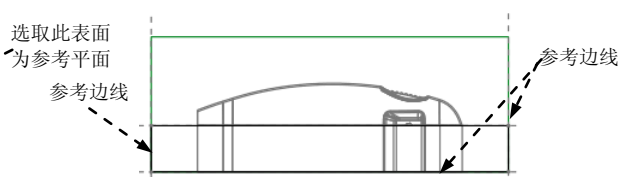

图 8.39 截面草图
(3) 绘制截面草图。进入草绘环境后，选取图 8.39 所示的坯料边线为参考；然后单击 **关闭(C)** 按钮，绘制图 8.39 所示的截面草图（为一矩形）；完成截面的绘制后，单击“草绘”操控板中的“确定”按钮 。